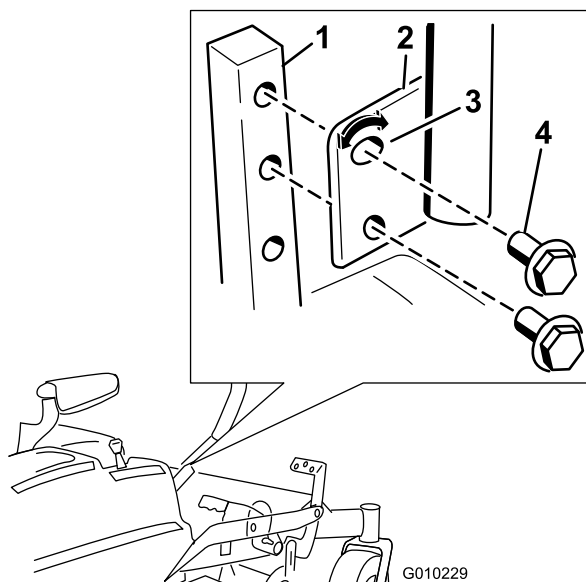

Figure 29
1. Retirez les 2 boulons qui fixent le levier de commande à l'arbre du bras de commande (Figure 29).
2. Placez le levier de commande dans les trous suivants. Fixez le levier avec les 2 boulons (Figure 29).
2. Desserrez le boulon inférieur jusqu'à ce qu'il soit possible de pivoter le levier de commande en avant ou en arrière (Figure 29). Serrez les deux boulons pour fixer la commande à sa nouvelle position.